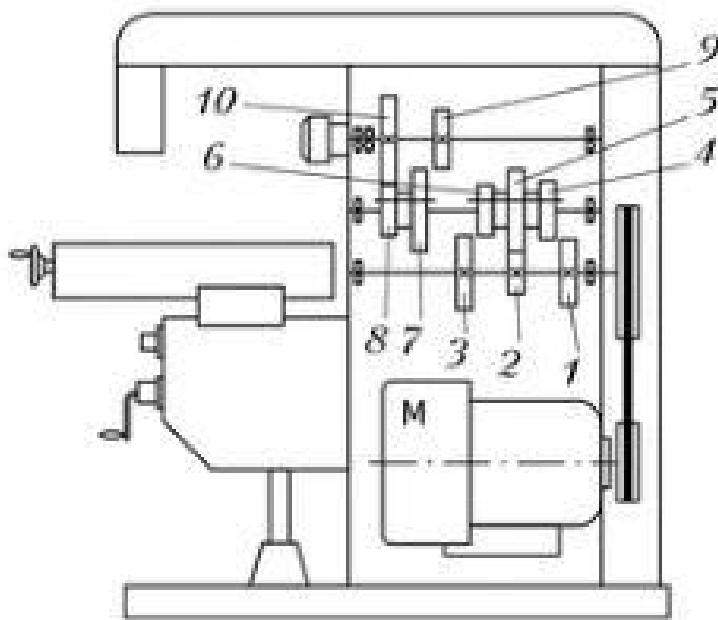

Рис. 58. Упрощённая кинематическая схема фрезерного станка НГФ-110Ш:
4. Рассмотрите упрощённую кинематическую схему станка НГФ-110Ш (см. рис. 58) и уясните, каким образом передаётся главное движение шпинделю.